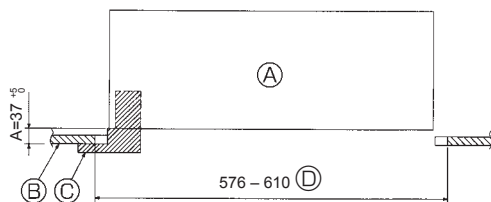
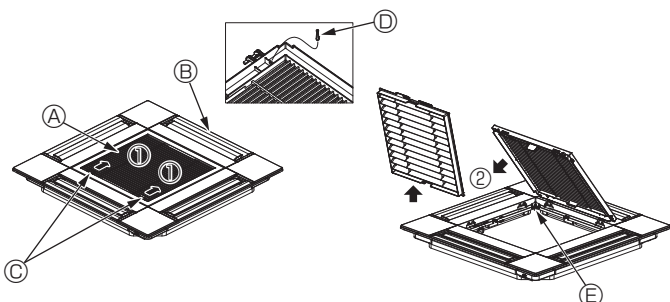

Fig. 10-2
Fig. 10-3
②	Skruv med bricka	4	M5 × 0,8 × 25 (mm)
③	Tolk	1
④	Anslutningskabel för signal-mottagare	1	Ingår när en signalmottagare medföljer.
⑤	Anslutningskabel för i-See-sensor	1	Ingår när en i-See-sensor medföljer.
⑥	Fäste	2	Ingår när en signalmottagare medföljer.
⑦	Fäste	2	Ingår när en i-See-sensor medföljer.
⑧	Trådlös fjärrkontroll	1	Ingår i enheter med trådlös fjärrkontroll.
⑨	Fjärrkontrollens hållare	1	Ingår i enheter med trådlös fjärrkontroll.
⑩	LR6 AA-batterier	2	Ingår i enheter med trådlös fjärrkontroll.
⑪	3,5 × 16 självgående skruvar	2	Ingår i enheter med trådlös fjärrkontroll.
10.2. Förberedelse för fäste av gallret (Fig. 10-2)
- ① Huvudenhet
- ② Tak
- ③ Tolk (tillbehör)
- ④ Mått på öppningen i taket
10.2.1. Demontera luftintagsgallret (Fig. 10-3)
- Skjut spakarna i pilens riktning ① för att öppna gallret.
- Se till att luftintagsgallret är ställt i "öppet" läge och ta bort gångjärnet på luftintagsgallret från gallret i enlighet med pilen ②.
- ① Luftintagsgaller
- ② Galler
- ③ Spakar på luftintagsgallret
- ④ Gallerkrok
- ⑤ Hål för gallerkroken